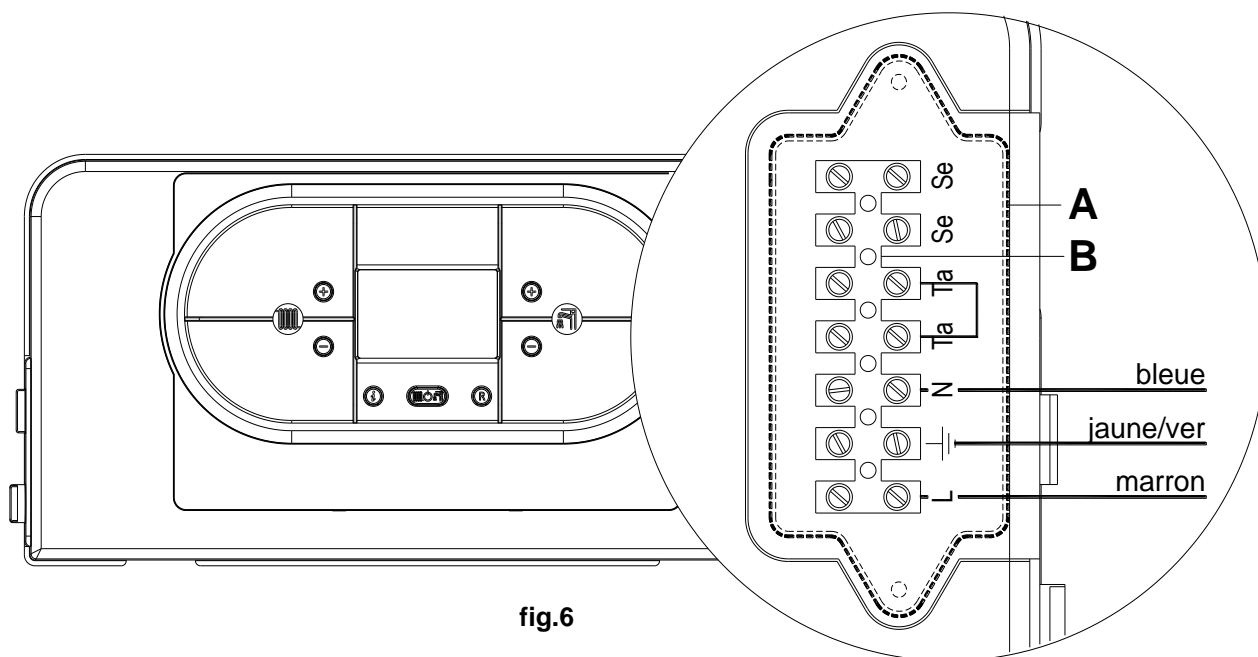

fig.6
- c. Dévisser les vis et retirer le couvercle A (voir fig.6)